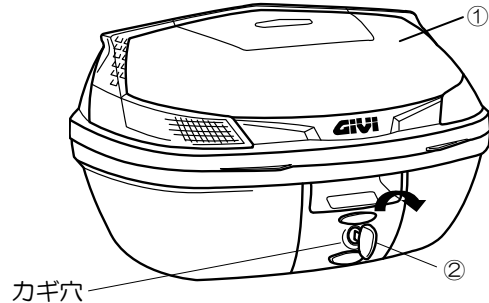

図1
⑤ 波型プレート
2. ①ケースを開く
2-1. ①ケースのカギ穴に②キーを差し込みます。(図1参照)